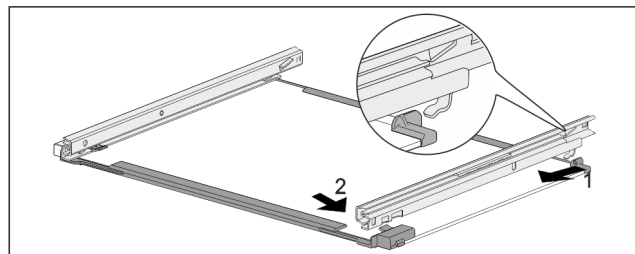

Fig. 245 Ripiano in vetro con guide
- Agganciare la guida sul lato posteriore. Fig. 245 (1)
- Innestare la guida sul lato anteriore. Fig. 245 (2)